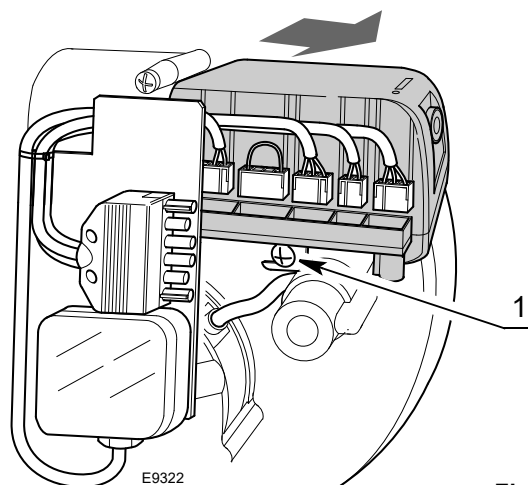

Fig. 14
- débrancher tous les connecteurs qui y sont reliés, la fiche à 6 pôles, les câbles de haute tension et le fil de terre (TB);
- dévisser la vis 1)(Fig. 14) et tirer la boîte de contrôle dans le sens de la flèche.
- visser la vis 1)(Fig. 14) avec un couple de serrage de $1 \div 1,2$ Nm;